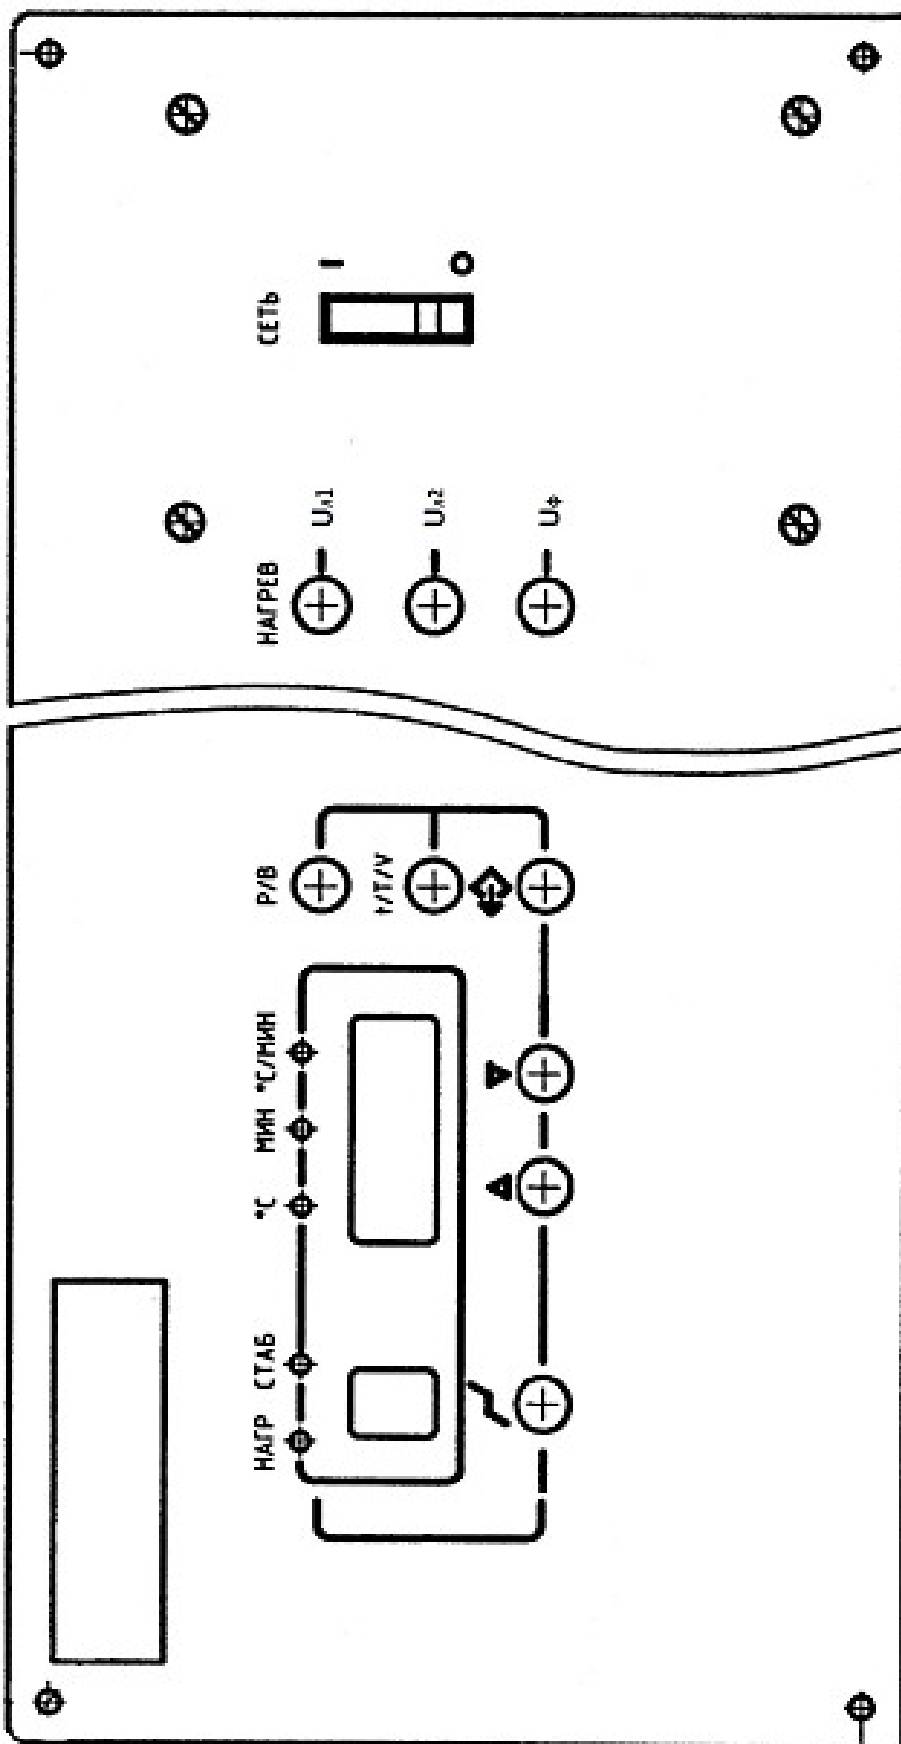

Рисунок 1 – Лицевая панель пульта управления электропечи
8.3 Включить выключатель «СЕТЬ» на лицевой панели пульта управления электропечи (рисунок 1), при этом на цифровом индикаторе «» загорится «0» (нулевая ступень), включится индикатор «Uф», сигнализирующий о подаче фазного напряжения на нагреватели (при этом нагрев не происходит, т.к. нагреватели включены по схеме треугольника). Цифровые индикаторы, на которые выводится значение параметра, начинают мигать – регулятор находится в режиме «ВВОД». Включен индикатор параметра – «МИН».